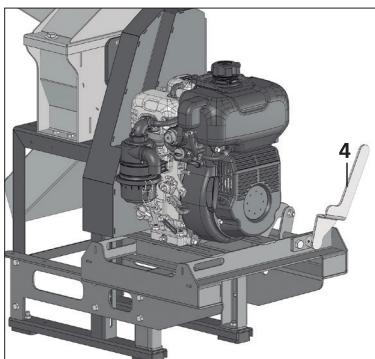
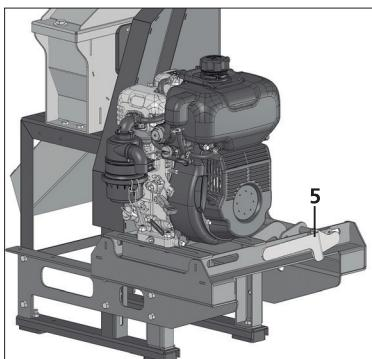

Fig. 02
Fig. 03
**3. O motor deverá ser acionado somente se a alavanca do esticador de correia estiver na posição (4) de alívio, [Fig. 02], ou seja, sem esticar a correia. Nesta posição, ligue o motor e, após atingir sua rotação máxima, empurre a alavanca do esticador de correia na posição (5) [Fig. 03], movimentando o motor sobre o suporte e assim verificando se as correias ficarão tensionadas, atendendo ao funcionamento do triturador. A alavanca do esticador de correia deve ser tensionada apenas quando o motor estiver em funcionamento, para evitar danos ao motor. Para ligar o equipamento, repita o passo do alívio da correia, deixando na posição (4) [Fig. 02].**
3. The engine should only be started if the belt tensioner lever is in the release position (4), [Fig. 02], without stretching the belt. In this position, start the engine and, after reaching its maximum speed, push the belt tensioner lever into position (5) [Fig. 03], moving the engine on the support and thus checking if the belts will be tensioned, considering the working condition of the shredder. The belt tensioner lever must only be tensioned when the engine is running, to avoid damage to the engine. To turn on the equipment, repeat the belt release step, leaving it in position (4) [Fig. 02].
**3. Solamente accionar el motor si la palanca del tensor de correa está en la posición (4) de alivio, [Fig. 02], es decir, sin estirar la correa. En esta posición, encienda el motor y, después que alcance su máxima rotación, empuje la palanca del tensor de correa en la posición (5) [Fig. 03], moviendo el motor sobre el soporte y comprobando si las correas quedarán tensadas para cumplir el funcionamiento del triturador. La palanca del tensor de correa debe tensarse apenas cuando el motor se encuentre en operación, para evitar daños en el motor. Para encender el equipo, repita el paso de alivio de la correa y déjelo en la posición (4) [Fig. 02].**